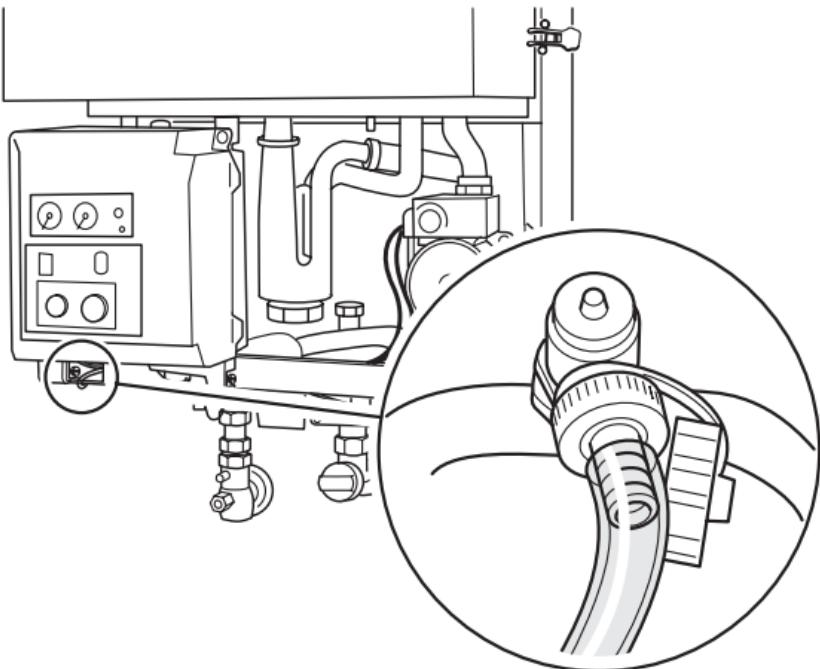

Fig. 3 Riempire l'impianto di riscaldamento
- Collegare il tubo riempito d'acqua al rubinetto d'acqua e di carico e scarico (fig. 3) e aprire il rubinetto con la chiave quadrangolare (in dotazione con la fornitura).
- Collegare il tubo pieno d'acqua al rubinetto d'acqua e di carico e scarico (fig. 3) e aprire il rubinetto con la chiave quadrangolare (in dotazione insieme alla fornitura).